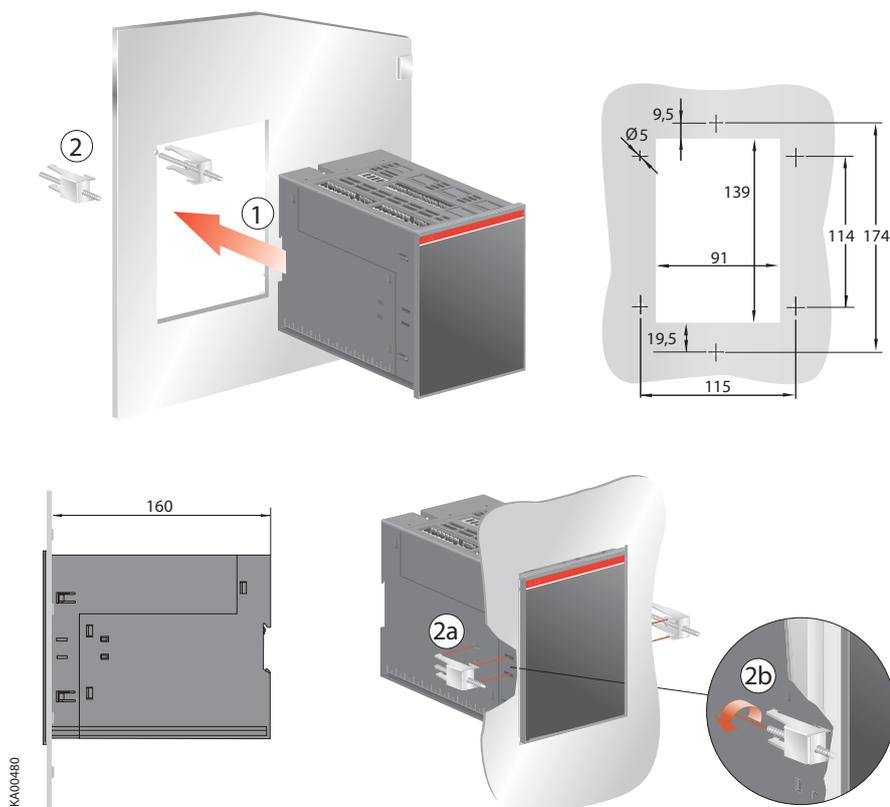

Рисунок 5.3 Блок АВР ATS021 с креплением на двери
Блок АВР ATS021 может быть установлен на дверь с помощью защёлки, смотри рисунок 5.3 / ① и ②. Затем делаются отверстия для крепежа в двери согласно рисунку 5.3.